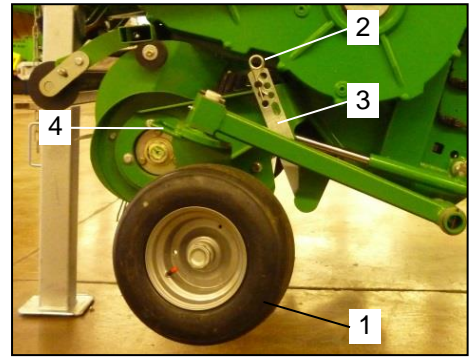

Bild 14: Tasträder
- Heben Sie die Pick-Up soweit an, bis Sie genügend Freiraum zum Verstellen der Tasträder (Bild 14 / Pos.1) haben.
- Entfernen Sie den Federvorstecker (Bild 14 / Pos.2) zum Sichern der Koppelstange (Bild 14 / Pos.3).
- Halten Sie das Tastrad an dem Griff (Bild 14 / Pos.4) hoch und lösen Sie die Koppelstange (Bild 14 / Pos.3) vom Aufnahmebolzen.
- Verstellen Sie die Höhe des Tastrades wie gewünscht und hängen Sie die Koppelstange (Bild 14 / Pos.3) in die jeweilige Bohrung an den Aufnahmebolzen ein.
- Sichern Sie die Koppelstange (Bild 14 / Pos.3) mit dem Federstecker (Bild 14 / Pos.2).